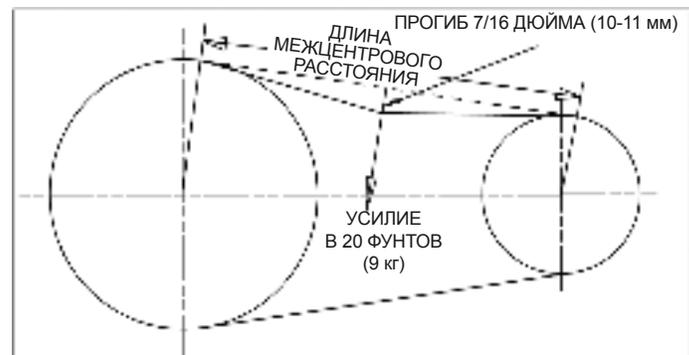

Рис. 5.5. Натяжение ремня
- Проверьте натяжение ремня и отрегулируйте его при необходимости. Прогиб ремня в центре должен составлять 7/16 дюйма (10-11 мм) при нагрузке, приложенной к ремню 20 фунтов (9 кг). См. рис. 5.5.